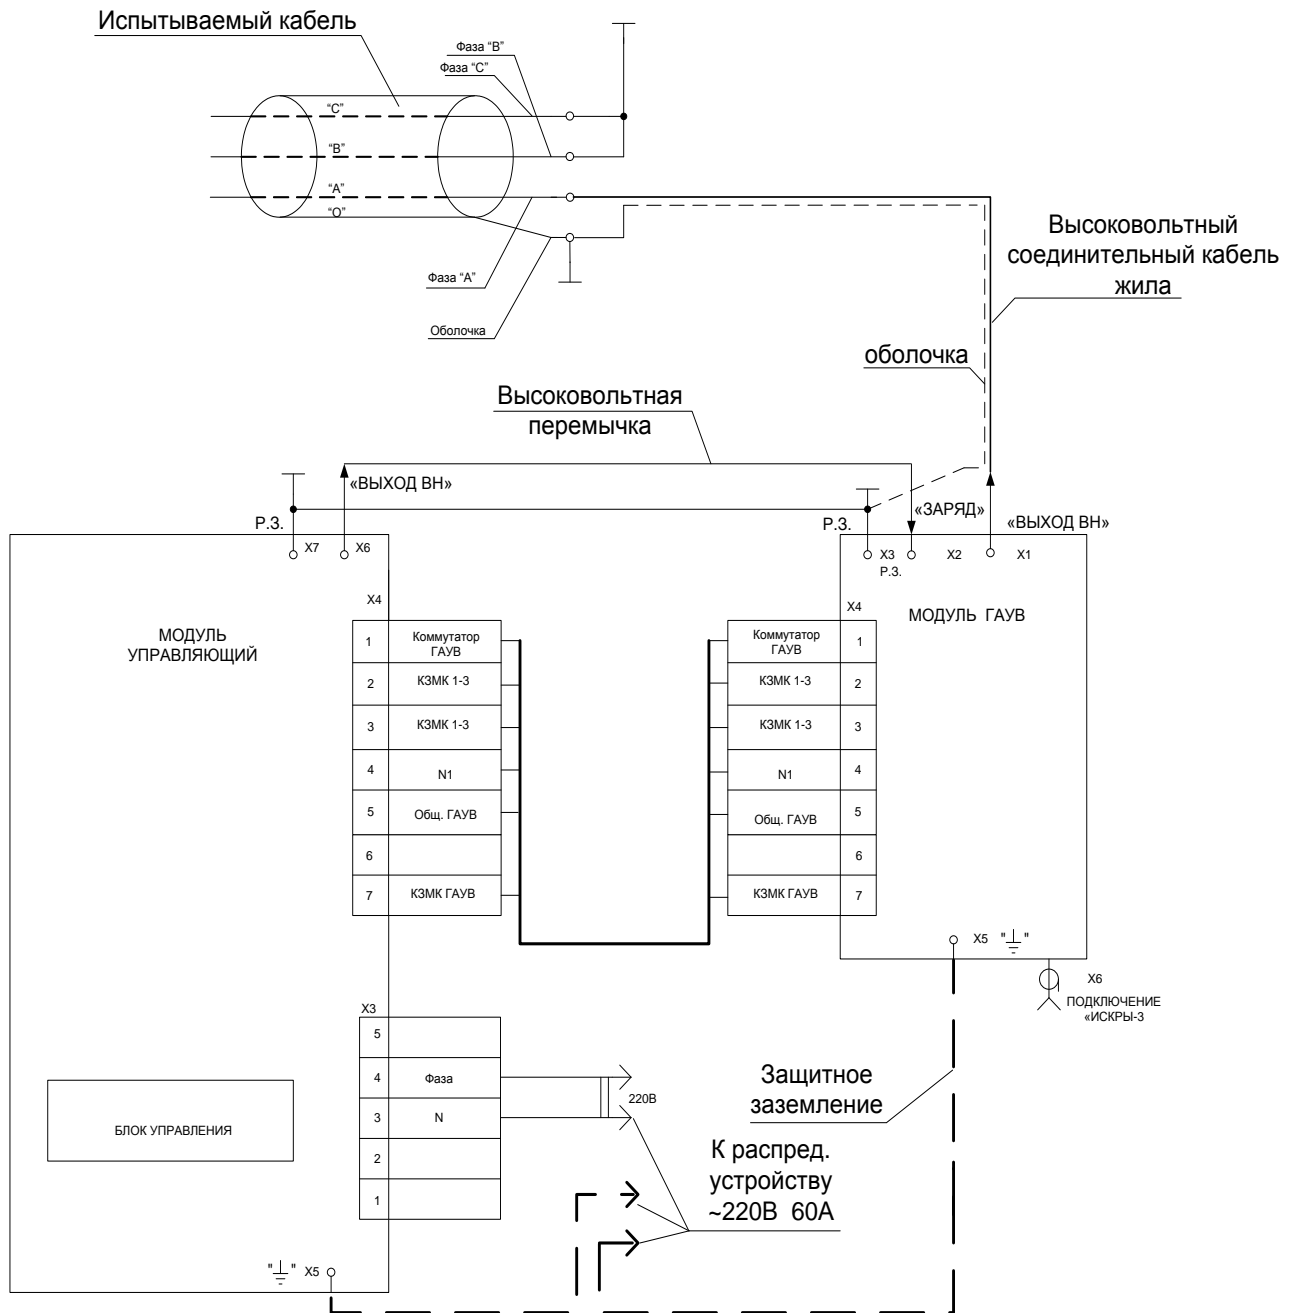

Рис. 1.
6.1.3. Оболочку испытуемого кабеля соединить с клеммой рабочего заземления (Р.З.) на МОДУЛЕ ГАУВ. Жилу испытуемого кабеля соединить с высоковольтным выводом «ВЫХОД ВН». Остальные жилы испытуемого кабеля заземлить (**см. рис.1**).